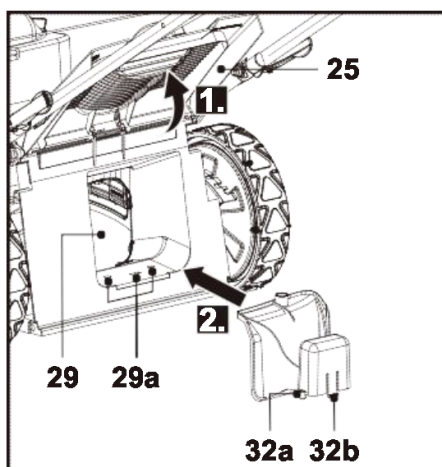

Рис. 16
1. Откройте заднюю защитную крышку (25) и, удерживая ее в таком положении, вставьте мульчирующую насадку (32) в направляющую заднего выброса (29) (см. рис. 16). Убедитесь, что два выступа (32a) и фиксирующая защелка (32b) вошли в пазы направляющей заднего выброса (29a) с щелчком.